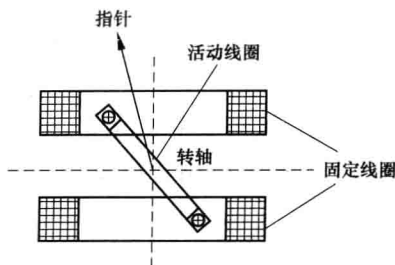

图1-4 电动式仪表测量机构
(1) 结构。电动式仪表的测量机构如图1-4所示,主要由固定线圈、活动线圈、转轴、游丝等构成。
(2) 工作原理。当被测电流通过固定线圈和活动线圈时,在两线圈所在的空间中心区产生一均匀近似磁场,当电流流过活动线圈时,该线圈就在固定线圈形成的磁场作用下发生偏转,由于转轴上游丝恢复力矩的作用,使其最终停在平衡位置,由指针可读出被测量的数值。